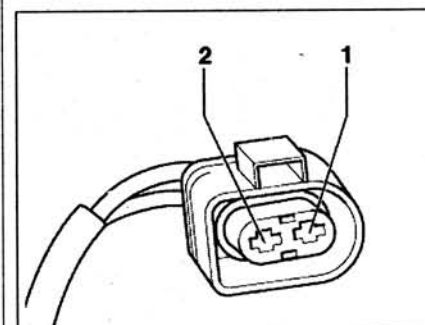

Рис. 3.63. Проверьте провода между считывателем и разъемом проводки на обрыв цепи.
Проверьте провода между считывателем и разъемом проводки на обрыв цепи (рис. 3.63):
4. Если заданное значение достигается: присоедините считыватель кодов неисправностей V.A.G 1598/30 к жгуту проводов блока управления двигателем (рис. 3.63).